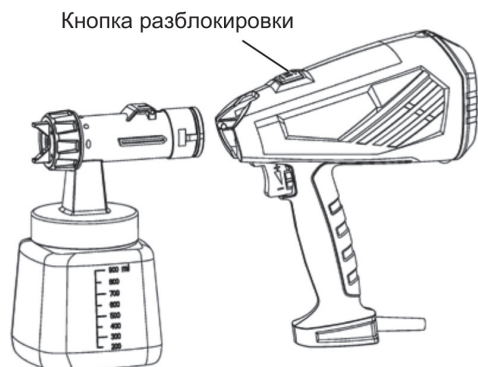

Рис. 11
5. Нажмите на кнопку разблокировки, отсоедините распыляющий узел краскопульта (Рис. 11) и очистите от краски.